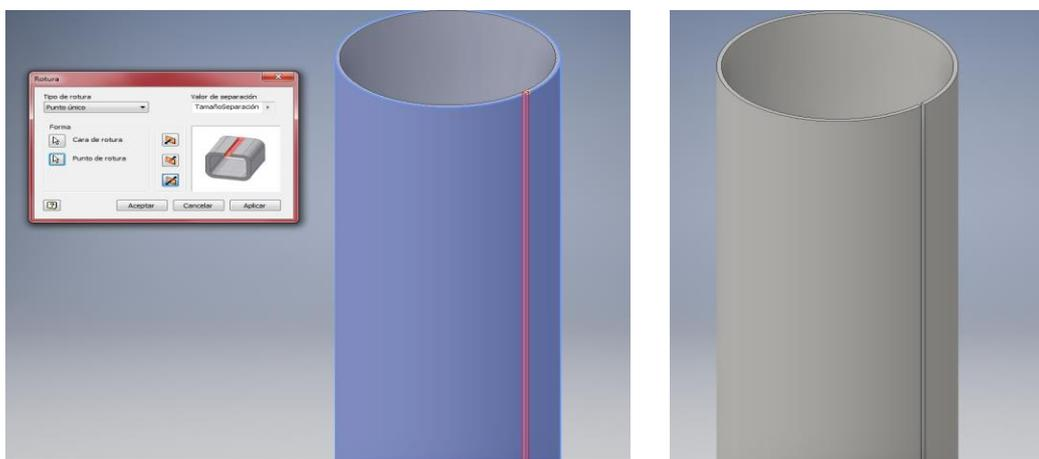

Ilustración 510. Aplicación del comando Rotura en "Tuberia_Doble_T_1". Tubería Doble T.
- NOTA: Si se amplía la imagen de la tubería, al crear la curva de contorno, en las bases se ha creado una pequeña muesca. Ésta nos servirá para generar la rotura. *Ilustración 510*.